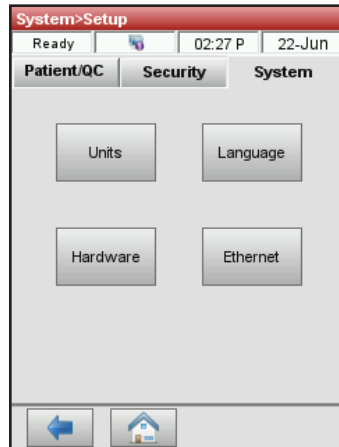

Abbildung 23. System Manager > Bildschirm Einrichtung
2. Tippen Sie im Bildschirm Einrichten auf die Registerkarte **System** und dann tippen Sie auf **Einheiten** (Abbildung 23).